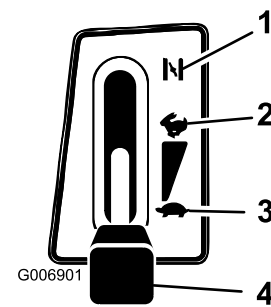

Figura 10
4. Spostate la leva dell'acceleratore su Starter (Figura 10).
- Quando il motore è acceso, spostate lentamente la leva dell'acceleratore in posizione Fast (Figura 10). Se il motore si arresta o esita, tirate indietro la leva dell'acceleratore su Starter per alcuni secondi, quindi portatela alla massima (Fast). All'occorrenza, ripetete l'operazione.
- Spostate la leva dell'acceleratore in posizione Fast (Figura 10).